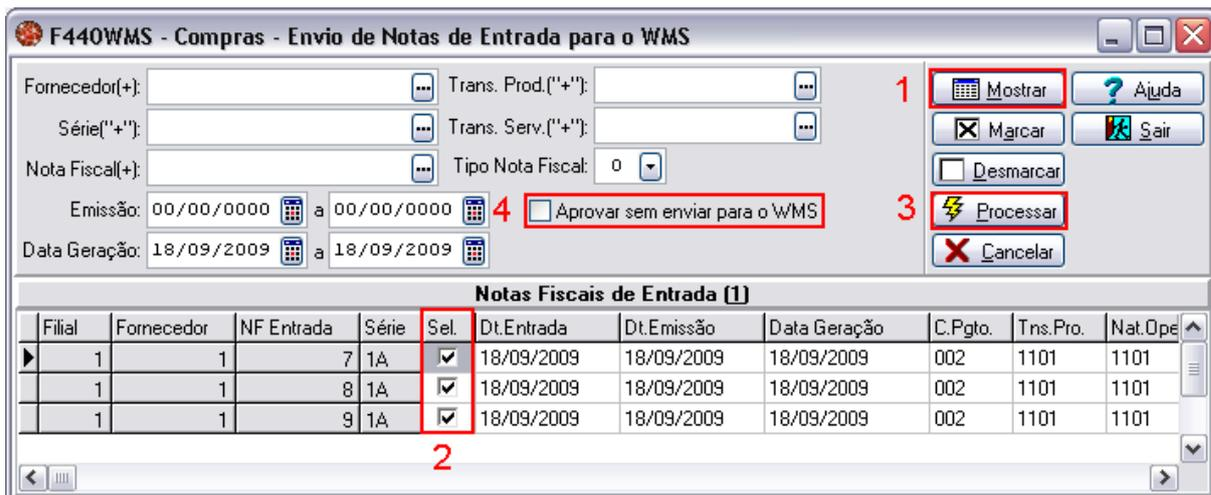

Figura 7
Envio de Notas Fiscais de Entrada. Este envio ocorre pelo processo 101, mas somente após ser aprovado o envio ao WMS. Após digitar as notas fiscais de entrada, o Sapiens não permite o fechamento da nota fiscal de entrada, avisando ao usuário que “Nota não foi aprovada pelo WMS. Não pode ser fechada”. A aprovação da notas para envio ao WMS no Sapiens (figura 7) pode ser realizada no caminho - Suprimentos > Gestão de Recebimento > Notas Fiscais de Entrada > Liberação p/ envio ao WMS (tela F440WMS). Preencha os campos conforme sua necessidade e pressione o botão “Mostrar” (1), em seguida devem ser selecionadas as notas fiscais de entrada a serem liberadas para o WMS (2) e pressione o botão “Processar” (3). Agora basta apenas que o processo automático seja executado para que a nota seja enviada.